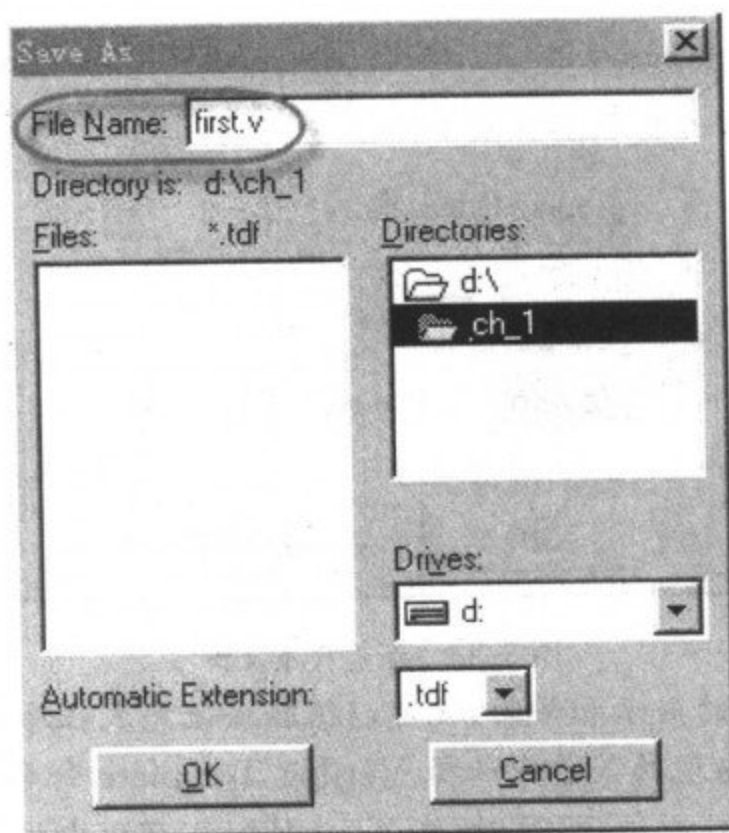

图 3-15 保存文件
③ 单击工具栏中的保存按钮,将文件保存为 first.v 文件,如图 3-15 所示。
④ 单击菜单 File→Project→Set Project To Current File,把文件设为当前工程至此,Verilog 输入完成。